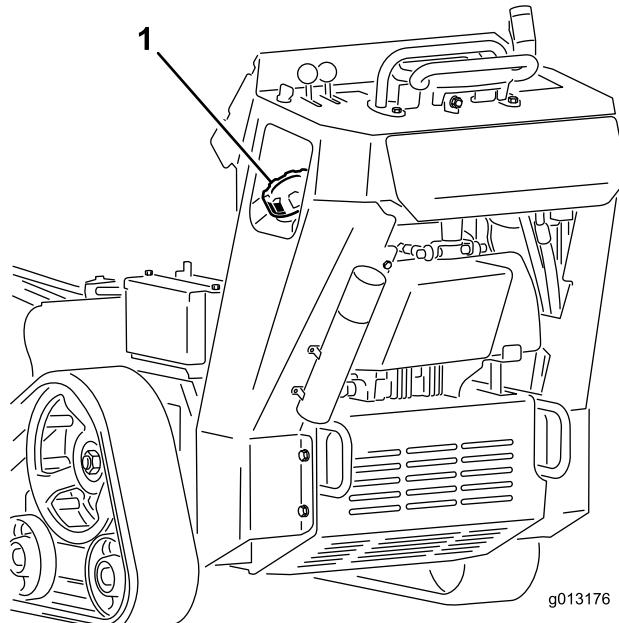

Figura 16
3. Limpe a zona em redor da tampa do depósito de combustível e retire-a (Figura 16).